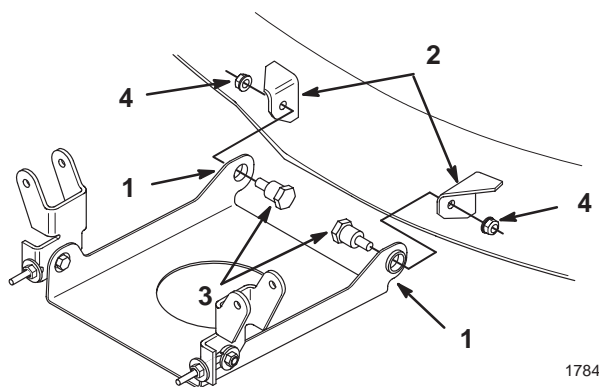

**Figure 3**
- Comprimez le ressort anti-vibration, glissez la plaque de réglage de la roue de jauge dans le support de la roue et fixez-la à l'aide de l'axe et de la goupille fendue (Fig. 3).